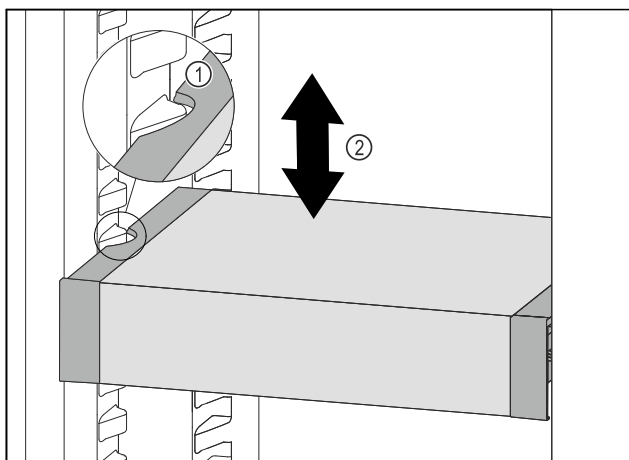

Fig. 214
- Trageți în față VarioSafe, până când degajările laterale ale VarioSafe se află la înălțimea nervurii recipientului din frigider. Fig. 214 (1)
- Mișcați în sus sau în jos VarioSafe în frigider, până când este atinsă înălțimea dorită. Fig. 214 (2)